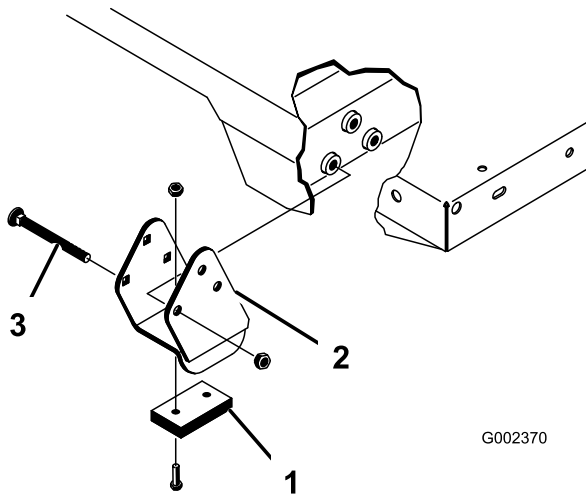

Figure 32
Les supports entretoises et les cales d'usure (Figure 32) doivent être montés avec les têtes des boulons à l'intérieur de la machine.
2. Placez le plateau sur le cadre de la machine avec précaution et en alignant les trous des plaques de pivot arrière sur ceux du profilé arrière du cadre. Installez ensuite 2 axes et goupilles à anneau (Figure 32).
4. Insérez l'axe par l'extérieur du plateau, la goupille à anneau étant dirigée vers l'extérieur (Figure 32).